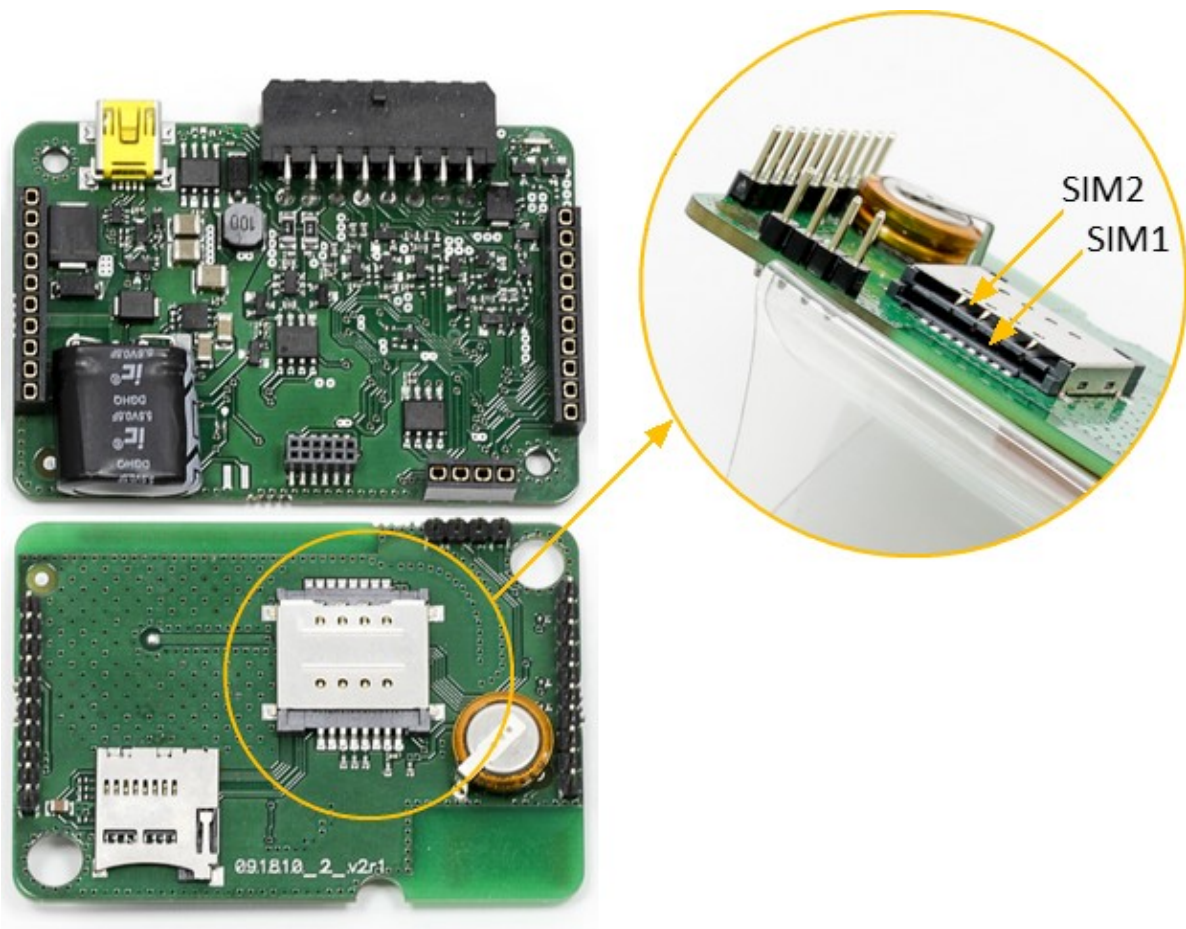

Рисунок 6
- извлеките платы прибора из корпуса, разъедините их и произведите установку SIM-карт в разъемы SIM1 и SIM2 (см. рисунок 6);